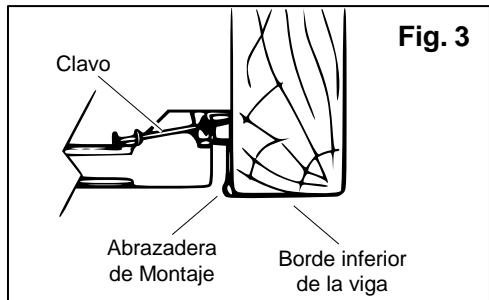
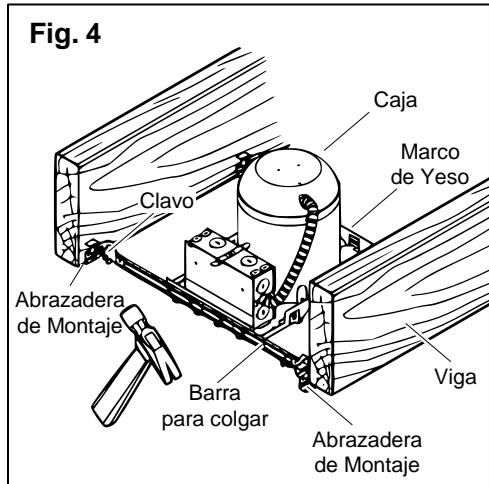

Fig. 3
Fig. 4
- Alza ensamblaje de la caja/barra para colgar hasta la posición deseada entre las dos vigas del techo. Ajusta el ancho de las dos barras para colgar según la distancia entre las vigas. Coloca el ensamblaje de modo que las abrazaderas de montaje de las barras para colgar queden debajo de los bordes inferiores de las vigas. Martilla los clavos de las barras para colgar en las vigas para fijar el ensamblaje en su sitio. (**FIG. 3 y FIG. 4**)